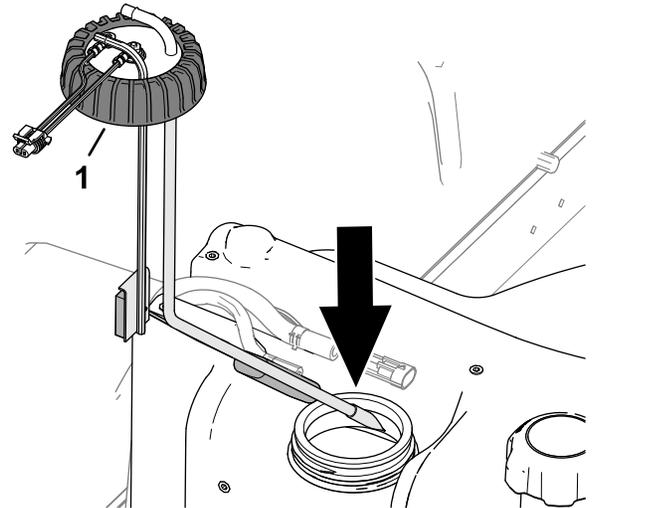

図 128
2. 燃料供給チューブとフロートを燃料タンク内部に注意深く取り付ける 図 128。